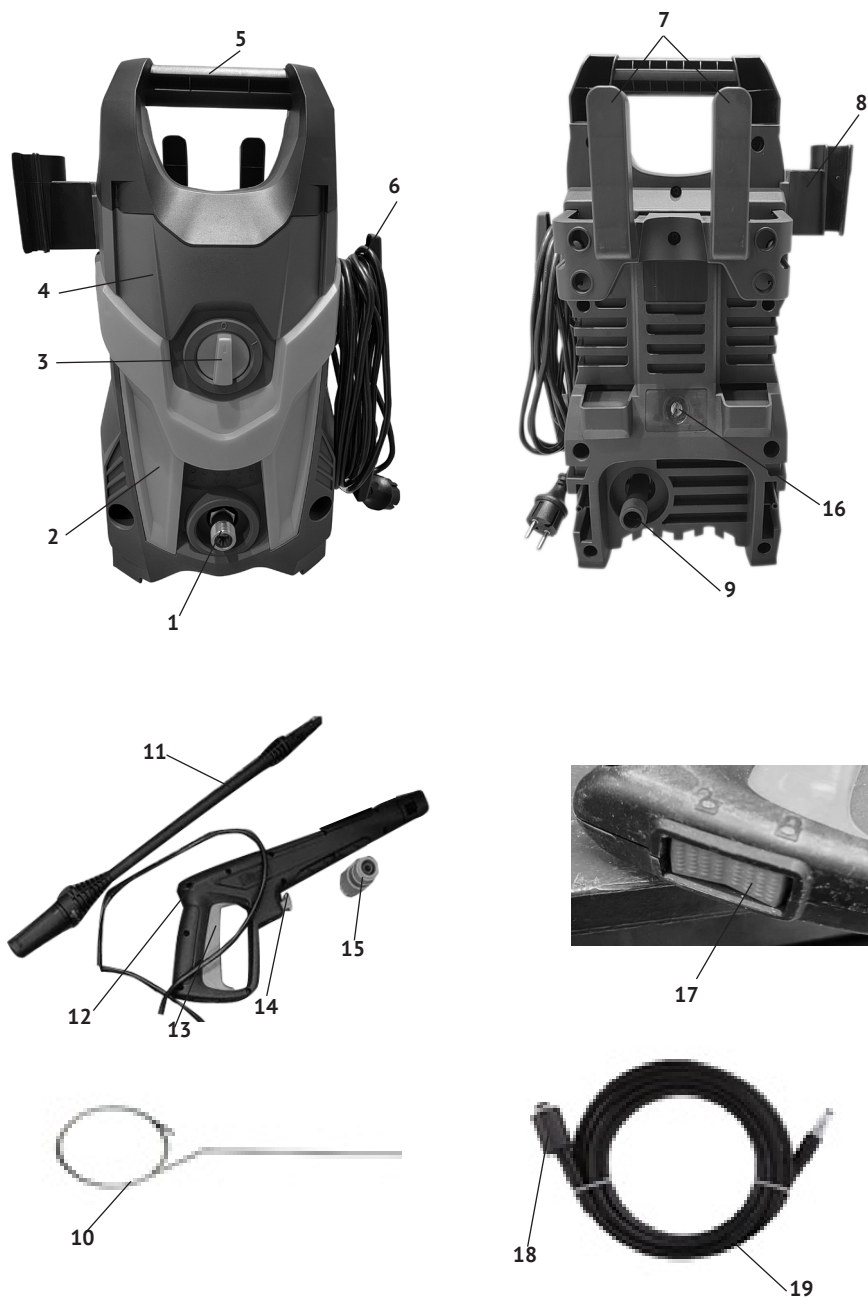

рис. 1
Подключение к сети электродвигателя осуществляется выключателем (рис.1 поз.3, на передней панели), имеющим два фиксированных положения «0» - выключено и «I» - включено.
4.1 Общий вид мойки представлен на рис. 1
Электродвигатель с плунжерным насосом расположены в пластиковом корпусе, состоящем из скреплённых между собой передней (рис.1 поз.4) и задней (рис.1 поз.16) панелями. Сверху на корпусе расположена ручка (рис.1 поз.5) для транспортировки. На держателе (рис.1 поз.8) крепится пистолет (рис.1 поз.12) с насадкой-удлинителем с установленной насадкой-распылителем (рис.1 поз.11). Выключатель сети (рис.1 поз.3), выходной штуцер (рис.1 поз.1) расположены на передней панели (рис.1 поз.4) мойки. На крюке (рис.1 поз.6) закреплён кабель питания с вилкой. На задней панели (рис.1 поз.16) расположен патрубок для входа воды, на который крепится входной коннектор с фильтром (рис.1 поз.15). К коннектору, через переходник (не входит в комплект поставки), подключается шланг подачи воды.
В нижней части рукоятки пистолета (рис.1 поз.12) расположена клавиша блокировки курка от случайного включения (рис.1 поз.17) с символами: «замок закрыт» - заблокировано, «замок открыт» - разблокировано.
Включение мойки осуществляется нажатием на курок (рис.1 поз.13) пистолета. Мойка снабжена системой тотал – стоп (TSS), то есть, после отпускания курка автоматически отключается двигатель с насосом.
Нажать пусковой курок пистолета, чтобы выпустить воздух из системы подачи воды. Заблокировать пусковой курок, переведя клавишу (рис.1 поз.17) в положение «замок закрыт».
Подключить мойку к питающей электросети и установить выключатель (рис.1 поз.3) в положение «I».
Разблокировать пусковой курок (рис.1 поз.13) пистолета, чтобы приступить к работе.